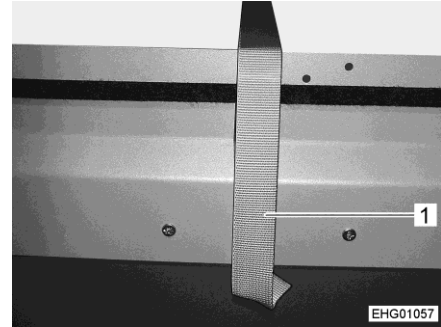

Bild 56 Sicherungsglasche, hintere Auflageplatte
- Sicherungsglasche (Bild 56,1) lösen.
- Hintere Auflageplatte mit Sicherungsglasche (Bild 56,1) sichern.